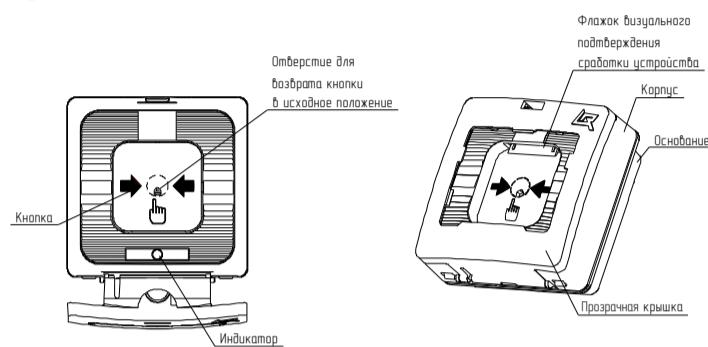

Рисунок 1
- б) нажатие на приводной элемент (кнопку) (Рисунок 1, раздел 6).
5.1 УДП представляют собой устройства, формирующие сообщение о событии при нажатии на кнопку. При этом формируется сообщение в виде скачкообразного уменьшения сопротивления в ШС до величины не более 500 Ом, сопровождающееся включением оптического индикатора и выпадением цветного флагка (Рисунок 1).
Выпадающий цветной флагок является визуальным подтверждением нажатого состояния кнопки УДП (Рисунок 1). При возврате кнопки в исходное положение флагок занимает начальную позицию.